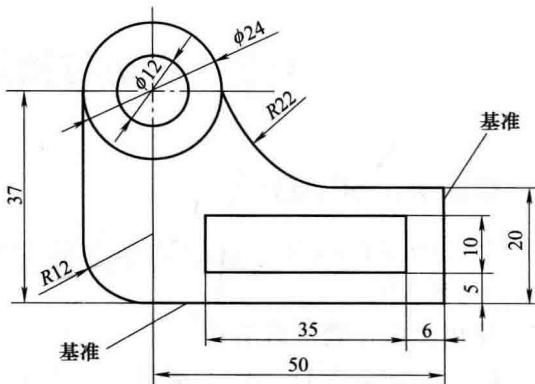

图 1.7 尺寸分析
**案例 1-1** 分析如图 1.7 所示定形尺寸和定位尺寸。